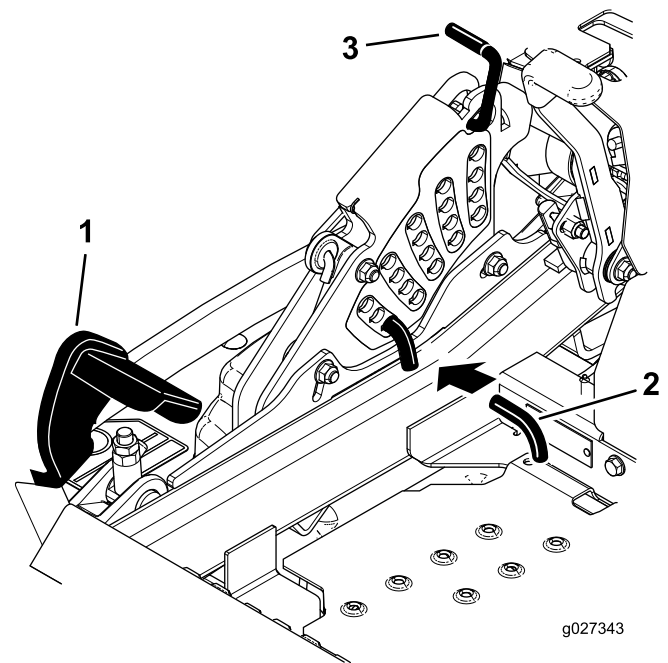

Figura 92
5. Empuje el pedal de elevación de la carcasa hacia delante del todo, hasta que la carcasa se enganche en la posición de transporte de 14 cm (Figura 92).